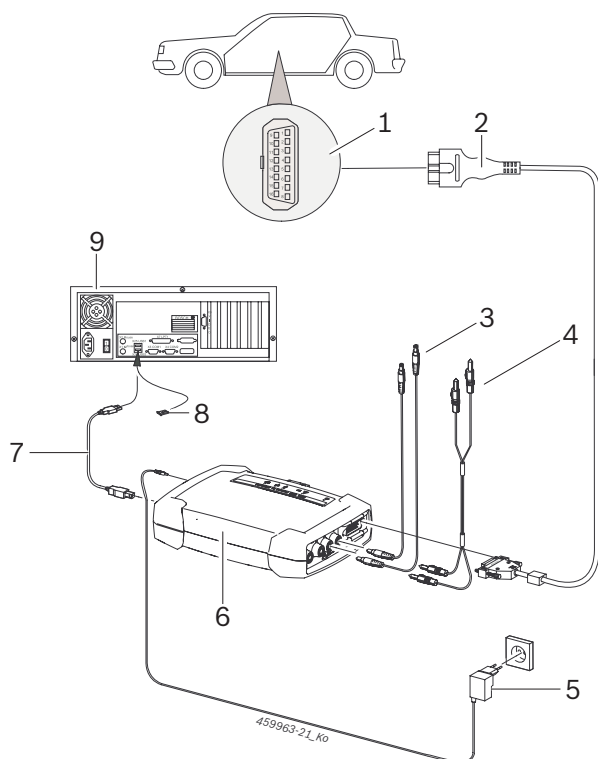

Abb. 6: Anschlussplan am Beispiel des KTS 590
- die OBD-Anschlussleitung (Abb. 6, Pos. 2) oder